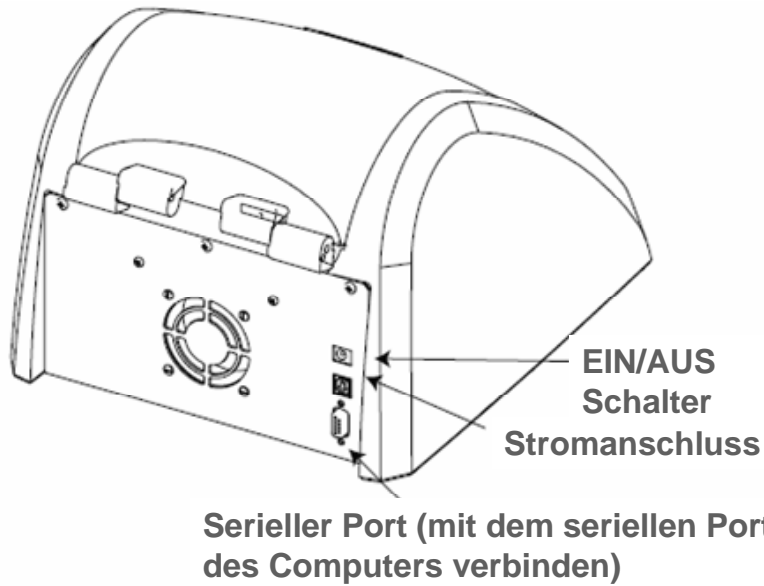

Abbildung 3: Rückwärtige Ansicht des GloMax™ 20/20 Röhren-Luminometers
4. Schalten Sie das Luminometer mit Hilfe des EIN/AUS Schalters ein (Abb. 3).